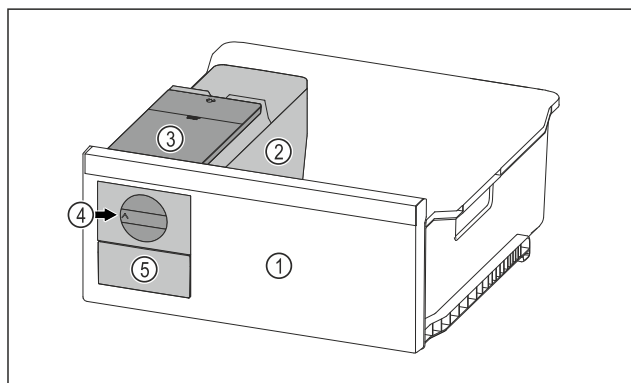

Fig. 127 Ілюстративне зображення
- ▶ Поворотну ручку Fig. 127 (4) повернути за годинниковою стрілкою до упору.
- ▶ Кубики льоду випадають із ванночки для кубиків льоду у висувний ящик для кубиків льоду Fig. 127 (5).